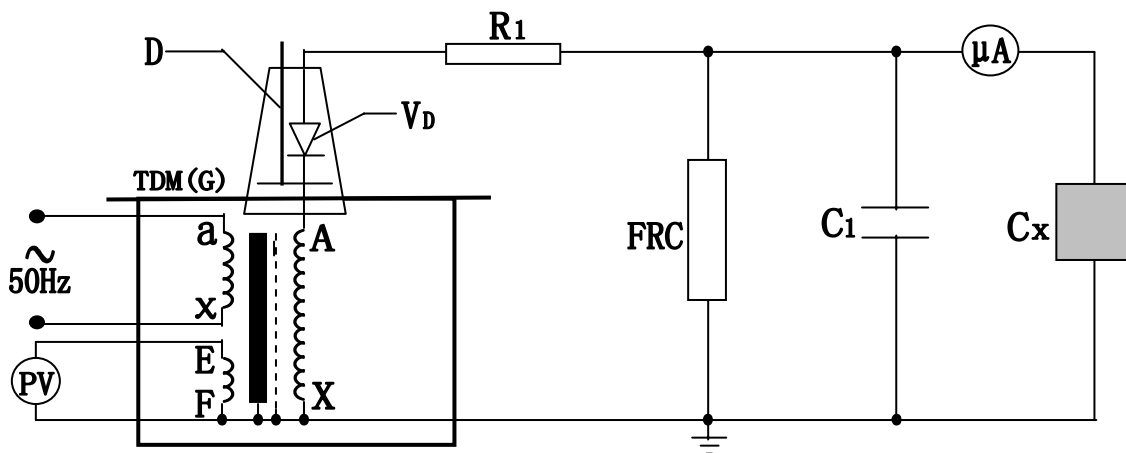

图 7：高压直流泄露试验接线图
2、TE-ODT 试验变压器在做被试品的直流耐压或泄露试验时接线原理图如图 7。
注：此试验应先抽出短路杆“D”，图 7 中所示。